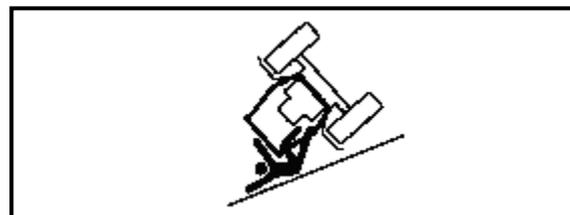

Fig. 96 Aviso ante un peligro de vuelco
- ➔ Asegure la máquina con elementos de apoyo contra cualquier bajada y vuelco y estacione la máquina sobre un suelo firme y nivelado (Fig. 96).